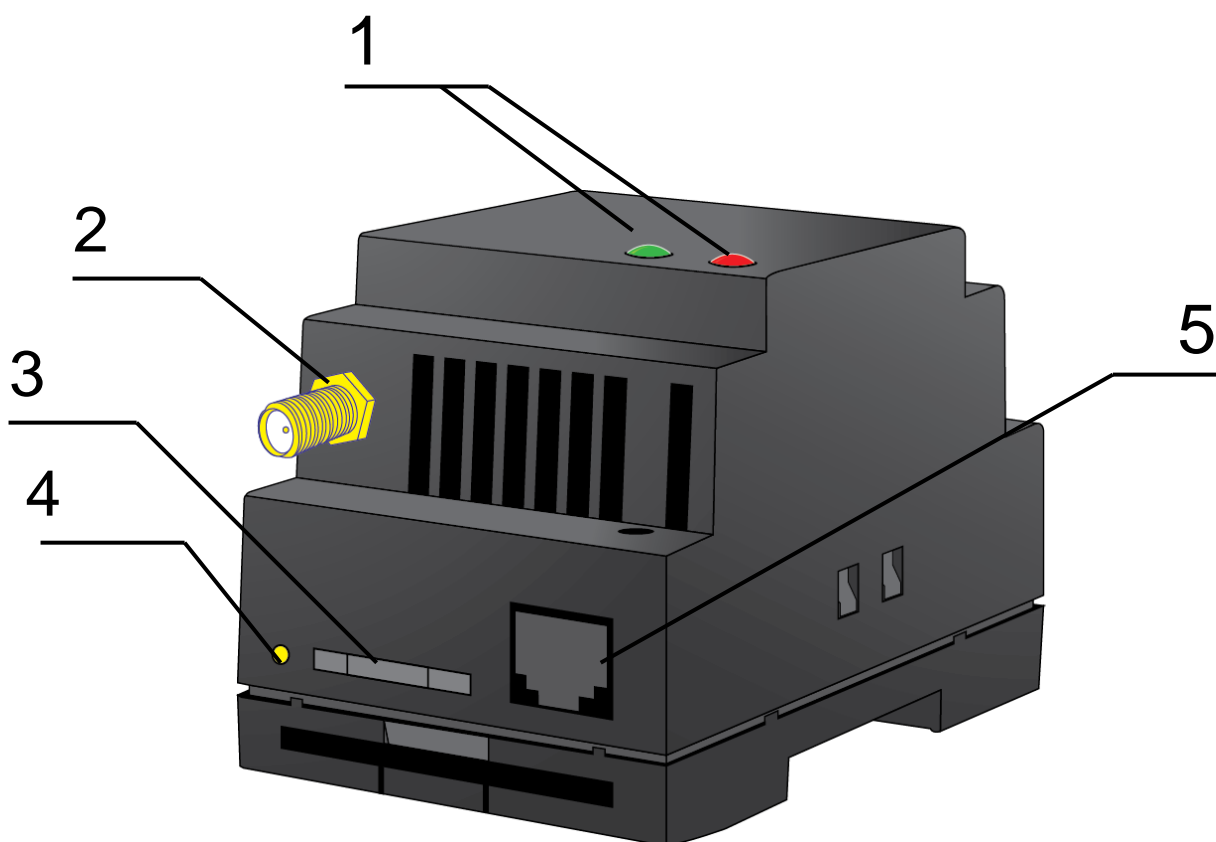
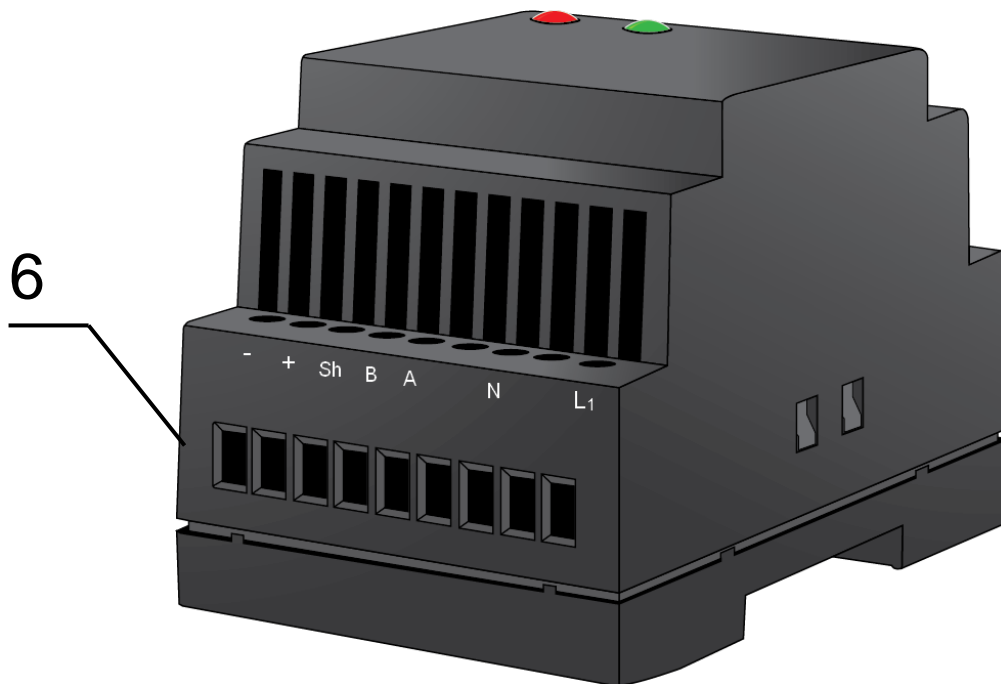

Рис. 2.1 Вид спереди
Рис. 2.2 Вид сзади
Модем TG21 представляет собой компактное устройство, выполненное в пластиковом корпусе. Внешний вид представлен на рис. 2.1 и рис. 2.2.
- достать SIM-лоток, нажав на кнопку извлечения SIM-лотка (см. рис. 2.1);
Подключить GSM-антенну и коммутирующий кабель (RS485). Подать питание на модем через разъем питания или через разрывной коннектор (см. рис. 2.2). После подачи питания произойдет запуск модема, о чем сигнализирует зеленый индикатор частым миганием (см. Таблица 2.3). При снятом PIN-коде SIM-карты автоматически происходит регистрация в сети. После завершения регистрации модем переходит в рабочий режим, зеленый индикатор мигает реже.